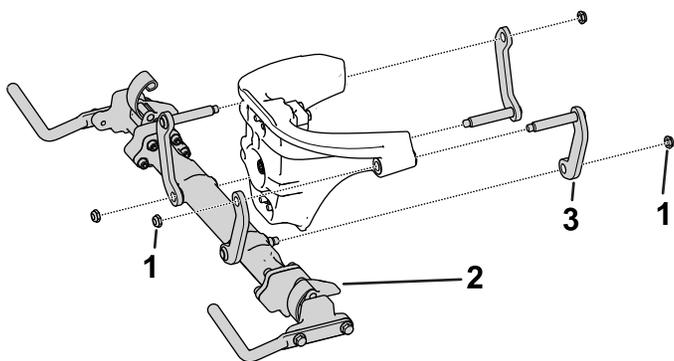

Рисунок 2
- Снимите узел поперечного рычага, ослабив и отвернув гайки, которые крепят рычаги тяг в сборе к вилке поворотного кулака (Рисунок 2).
7. Установите узел поперечного рычага на вилку поворотного кулака (Рисунок 2).